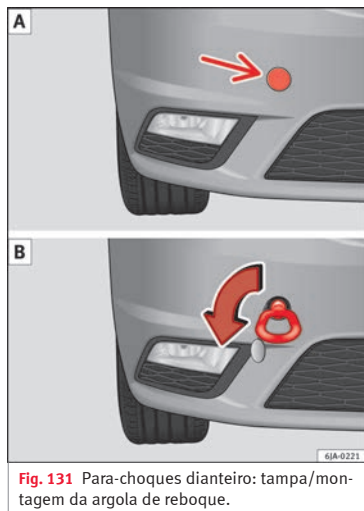

Fig. 131 Para-choques dianteiro: tampa/montagem da argola de reboque.
- Exerça pressão na zona esquerda da tampa no lugar da seta » » » **Fig. 131** - [A].
- Enrosque a argola de reboque manualmente girando-a para a esquerda até acima » » » **Fig. 131** - [B].